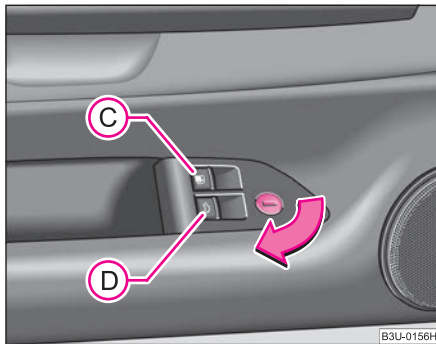

Fig. 25 Interiorul ușii conducătorului: Comutator pentru deschiderea clapetei rezervorului și a capacului portbagajului
– Trageți comutatorul **C** ⇒ fig. 25.
– Trageți comutatorul **D** ⇒ fig. 25.
– Rotiți cheia principală în încuietoare în sensul indicat de săgeată ⇒ fig. 25.